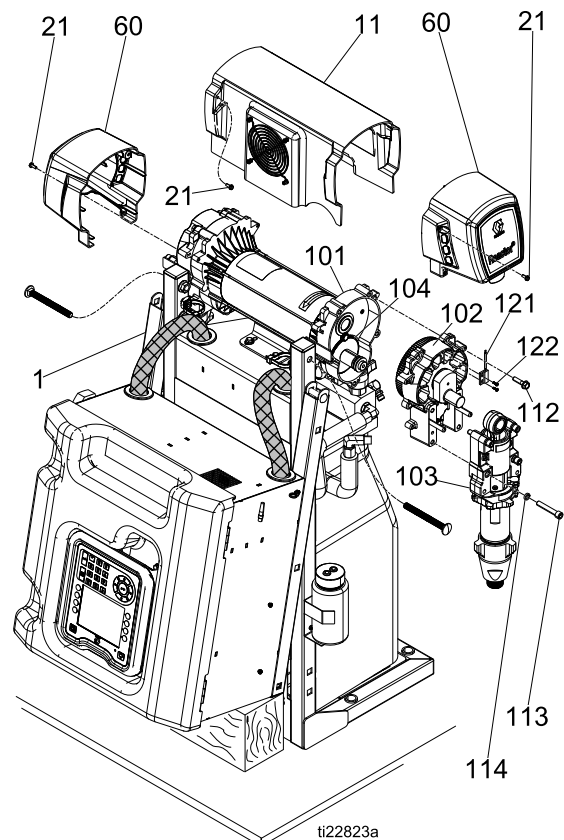

Figure 4
1. Compruebe que la contratuerca (G) esté enroscada en la bomba con el lado plano hacia arriba. Enrosque la bomba en el alojamiento del cojinete (M) hasta que los orificios de la clavija estén alineados. Introduzca la clavija (F). Tire hacia abajo del clip metálico de retención (E). Consulte la Fig. 4 para consultar la vista y las notas de ensamblaje.
2. Siga enroscando la bomba en el alojamiento hasta que la salida de fluido (D) esté alineada con el tubo de acero y las roscas superiores estén a +/- 2 mm (1/16 pulg.) de la superficie del cojinete (N).
3. Apriete la contratuerca (G) golpeándola firmemente con un martillo que no produzca chispas.
4. Vuelva a conectar la entrada (C) y la salida (D) de fluido.